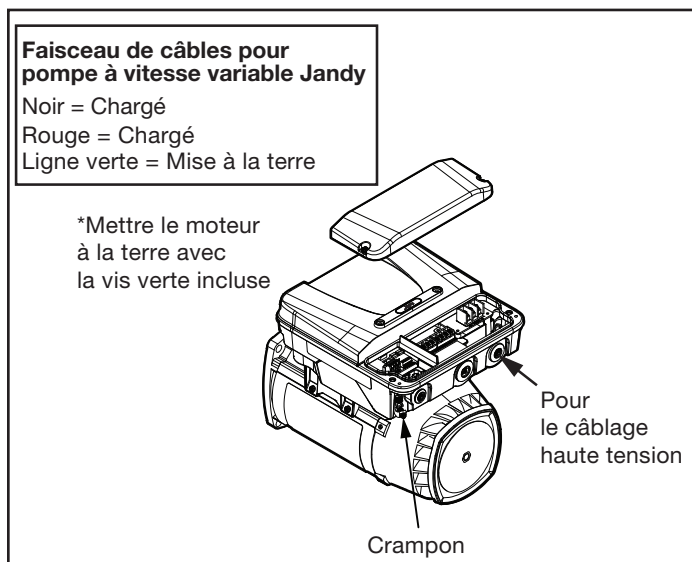

Figure 10. Mise à la masse externe Jandy
6. Mettez le moteur à la terre de façon permanente à l'aide du fil vert de mise à la terre, comme indiqué à la figure 10. Utilisez la bonne dimension et le bon type de fil, tel que précisé par le National Electric Code (NEC) et le Code canadien de l'électricité (CEC). Assurez-vous que le fil de mise à la terre est connecté à la masse d'un service électrique.
7. Reliez le moteur à la structure de la piscine conformément au National Electric Code (NEC) et au Code canadien de l'électricité (CEC). Utilisez un conducteur en cuivre massif de calibre 8 AWG ou supérieur (US). Faites passer un fil du crampon externe à la structure de mise à la masse de la piscine, comme indiqué à la figure 10.
8. Connectez les fils rouge et noir de la pompe aux deux connexions côté ligne sur le relais de la pompe de filtration, comme illustré à la Figure 10.